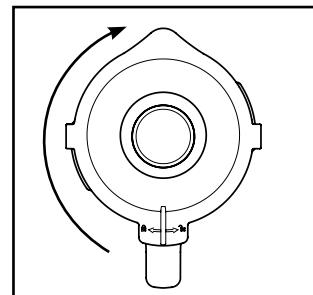

Fig. 2
- 4) Premere saldamente di nuovo il coperchio **2** sull'inserto mixer **3** in modo sfalsato. Chiudere il coperchio **2**, ruotandolo in senso orario nella posizione , fino a percepirlne l'innesto (vedere Fig. 2). Verificare che il beccuccio dell'inserto mixer **3** sia chiuso. Il motore può avviarsi solo quando il coperchio **2** è posizionato a filo.